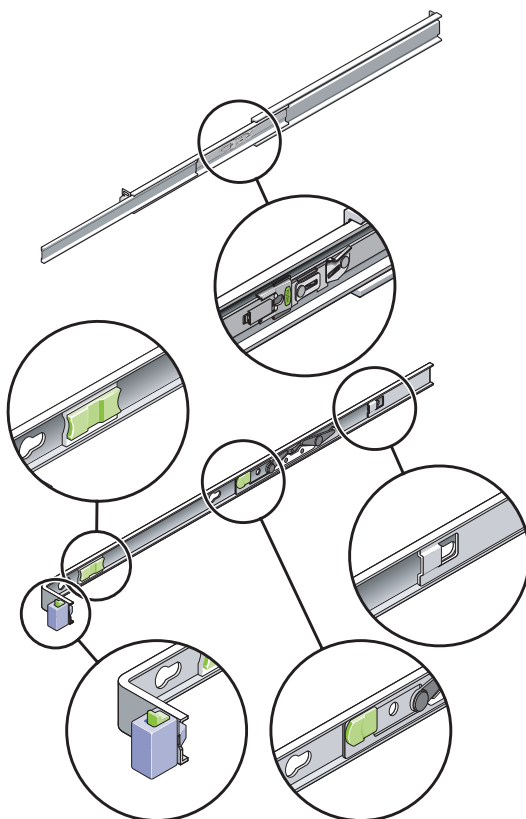

FIGURE 2-4 Emplacement des verrous de l'ensemble de rail coulissant
- Vous remarquerez qu'un ensemble de rail coulissant comporte cinq verrous au total (FIGURE 2-4) : quatre sur le support de montage ; un sur la partie avant du rail coulissant.